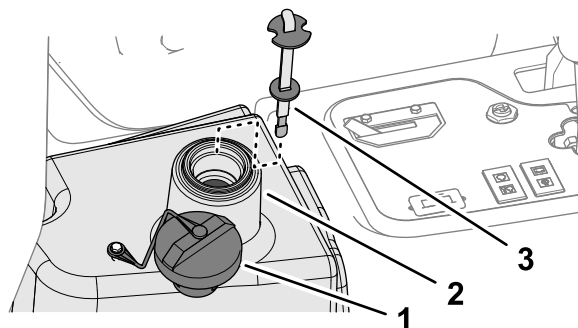

Figura 88
2. Curățați zona din jurul gâtului de umplere și a capacului rezervorului de ulei hidraulic (Figura 88) și îndepărtați capacul.